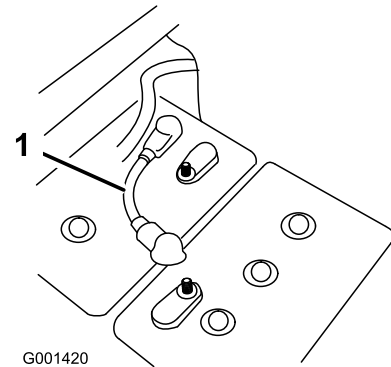

図 2
4. バッテリー同士を接続している短いケーブルのうちの1本を外して車両への電源供給を遮断する 図 2。